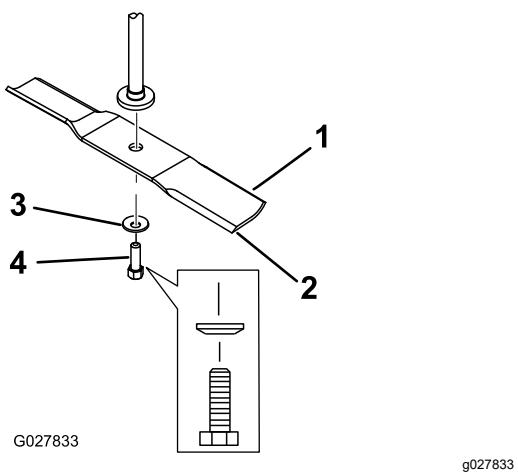

Figure 63
2. Enlevez de l'axe, le boulon, la rondelle bombée et la lame (Figure 63).
- Placez la lame sur l'axe (Figure 63).
- Posez la rondelle bombée (face concave vers la lame) et le boulon de lame (Figure 63).